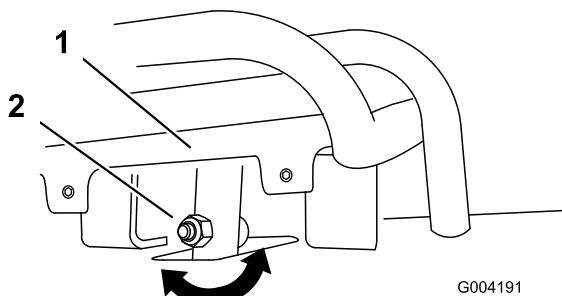
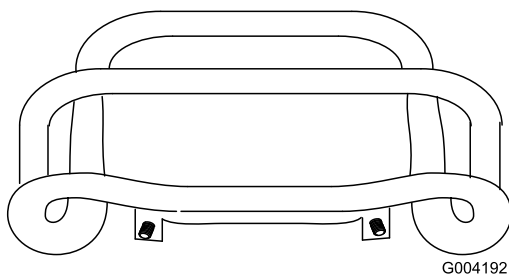

Рисунок 52
Рисунок 53
4. Если передняя часть рычага управления тягой не встает перпендикулярно контрольной штанге и вровень с ней, ослабьте гайку с буртиком и болт у хвостовике рычага управления тягой (Рисунок 52).
5. Отрегулируйте рычаг управления тягой таким образом, чтобы при перемещении назад он вставал вровень с контрольной штангой (Рисунок 52 и Рисунок 53).